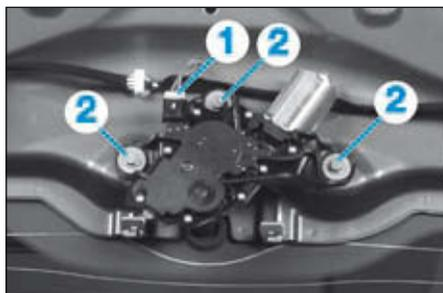

FIG.83
- Débrancher le connecteur (1) (Fig.83).
- les vis (2),